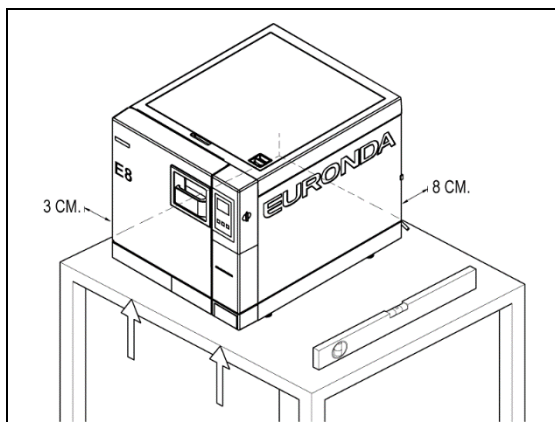

Fig. 6.1-3
- Collocare l'apparecchio su di una superficie piana ed orizzontale (Fig. 6.1-3).
- Lasciare uno spazio di almeno 8 cm sulla parte posteriore e 3 cm lateralmente all'apparecchio per consentire una sufficiente aerazione e dispersione del calore (Fig. 6.1-3).